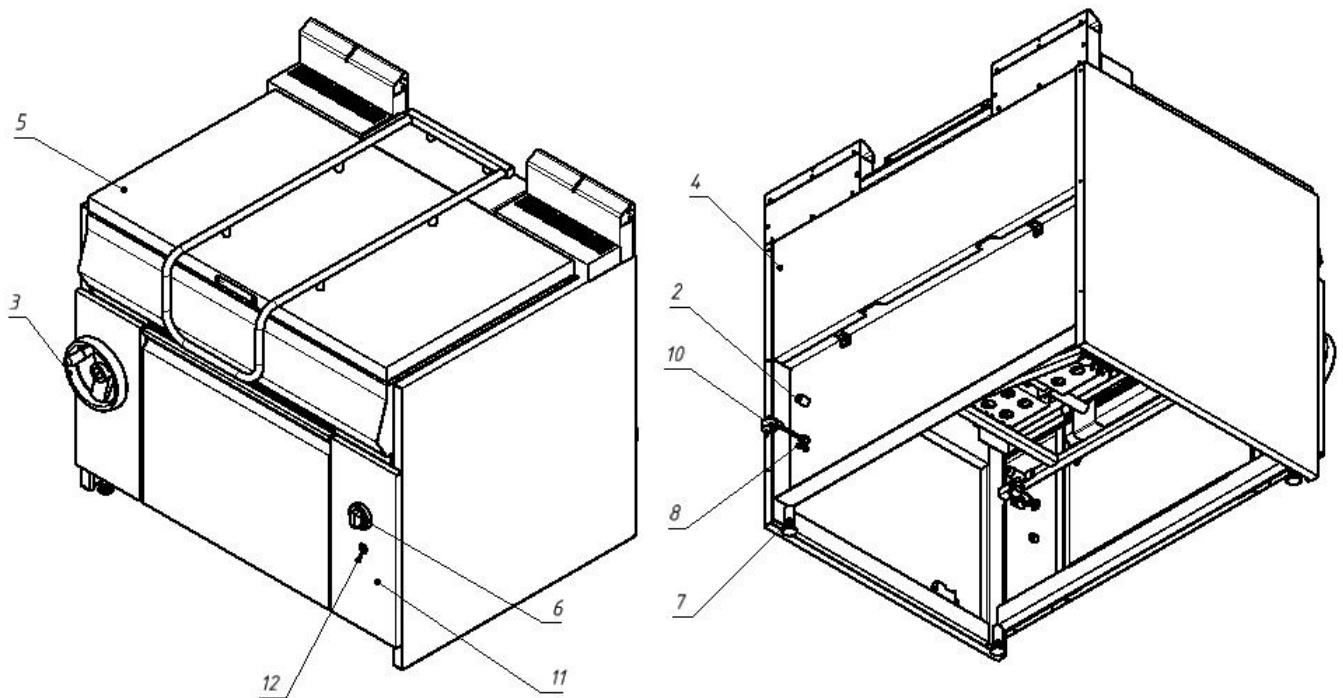

Рис.2 Устройство сковороды
5.1. Основные части изделия указаны на рис.2, и перечислены в таблице.1.
6.1 Сковороду следует установить с соблюдением ГОСТ 12.2.124-90 «Оборудование продовольственное. Общие требования безопасности» и «Правил безопасности в газовом хозяйстве», но не менее 300мм от задней стенки установки до стены и между боковых стенок рядом стоящего оборудования в линии. Регулируемыми ножками поз.7 рис.2 выставить сковороду горизонтально.
6.3 Подсоединить заземление корпуса установки(8)рис.2 к заземляющему контуру помещения согласно ГОСТ 27570.0-87.
6.4 Подключить газ к штуцеру газопровода сковороды поз.2 рис.2 специалистами газовой службы гибкой подводкой газа.
6.5 Подключить эл. кабель с эл. вилкой поз.10 рис.2 в электросеть с напряжением 220В.
7.2.1 Включить подачу электрического тока, подключив эл. вилку поз. (10) рис.2 в эл. сеть 220В.
7.3.1 Включить подачу электрического тока, подключив эл. вилку поз. (10) рис.2 в эл. сеть 220В.